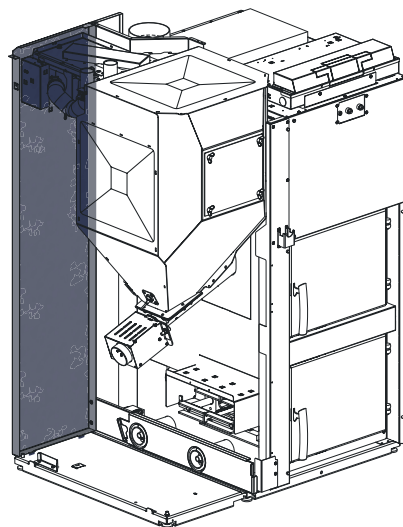
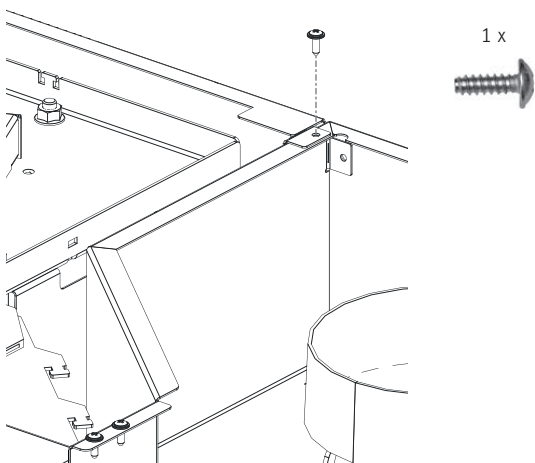

Fig. 63 Agganciare in basso la parete posteriore
Fig. 64 Avvitare la parete posteriore in alto con 1 vite autofilettante
- Agganciare in basso la parete posteriore (Fig. 63) e avvitare in alto con 1 vite autofilettante – Fig. 64.